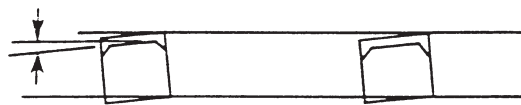

図5
3.1.9 リードのねじれ (lead twist) — インナーリードの角度を有するズレ (図5参照)。